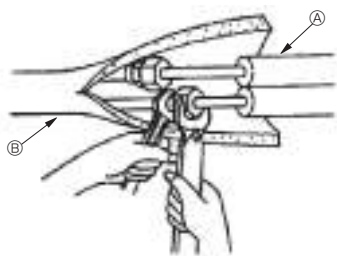

Fig. 4-4
4.4. Kølerørføringsarbejde (Fig. 4-4)